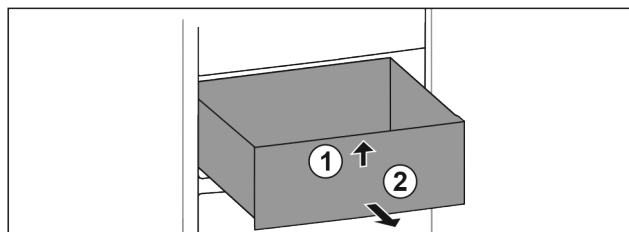

Fig. 99
- ▶ Predal spredaj dvignite. Fig. 99 (1)
- ▶ Predal vzemite ven v smeri naprej. Fig. 99 (2)